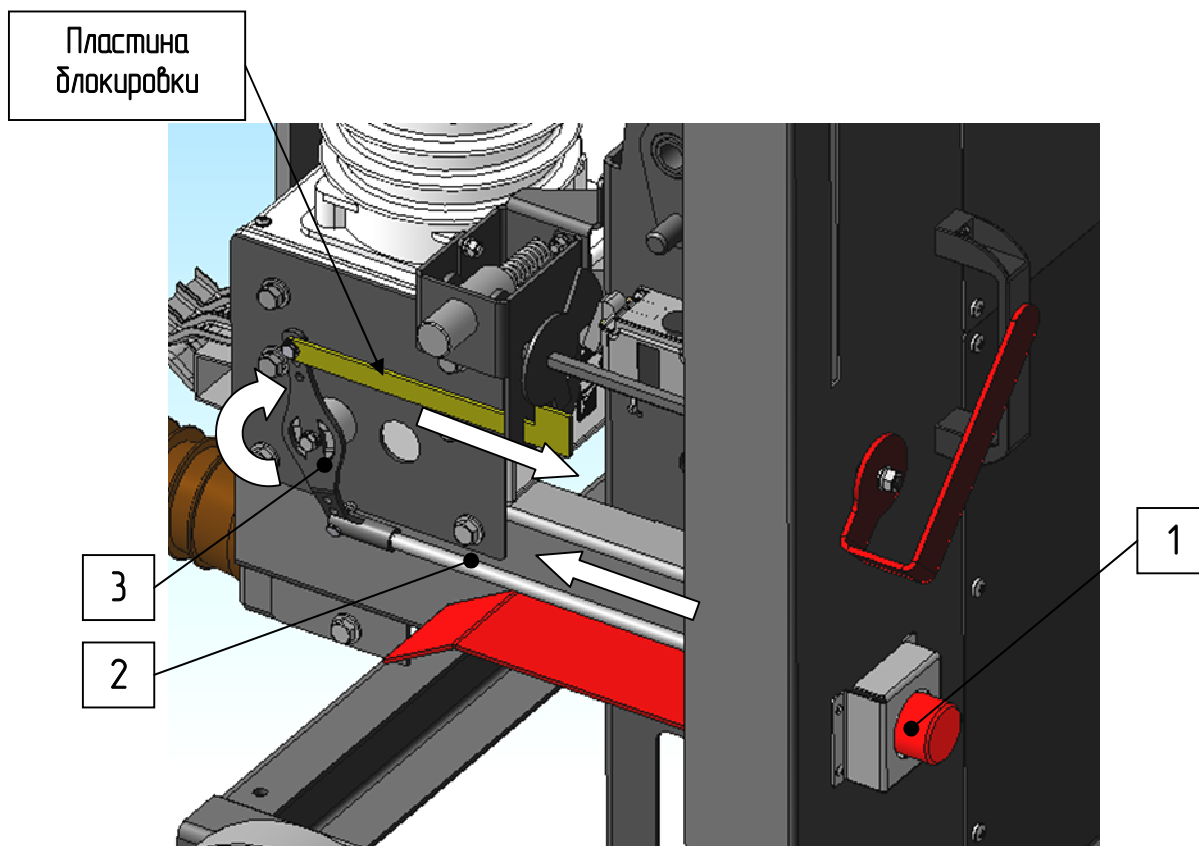

Рисунок 4 — Ручное отключение
В данной конструкции ВЭ предусмотрено ручное отключение (рисунок 4); стрелками показано направление движения элементов при отключении. Узел ручного отключения состоит из кнопки (1), шпильки (2) и поворотного рычага (3), связанного с пластиной блокировки.